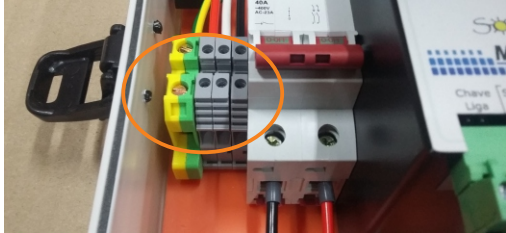

Figura 9: Conexão dos cabos da motobomba aos bornes MOTOR (U, V, W)
- Conecte os cabos vindos da motobomba aos três bornes cinzas “MOTOR (U, V, W)” do quadro com inversor de frequência FAMAC SOLAR (Figura 9).